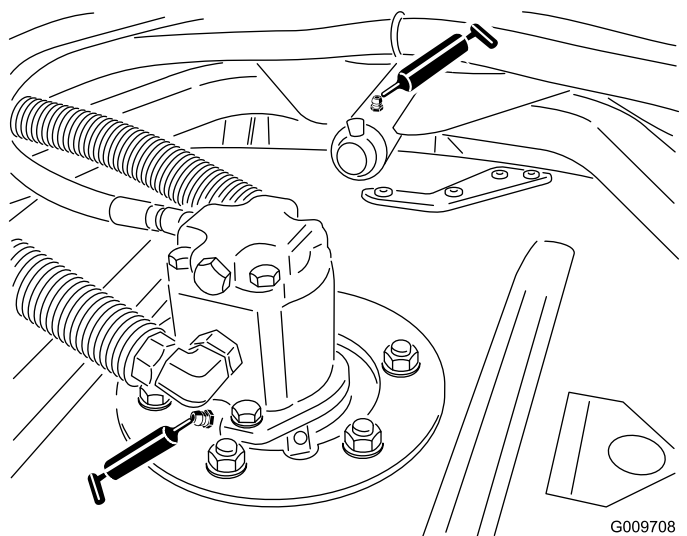

Figura 47
- Cuscinetti dell'asse del mandrino dell'apparato di taglio (1 per apparato di taglio) (Figura 47)
- Boccole del braccio portante dell'apparato di taglio (1 per apparato) (Figura 47)